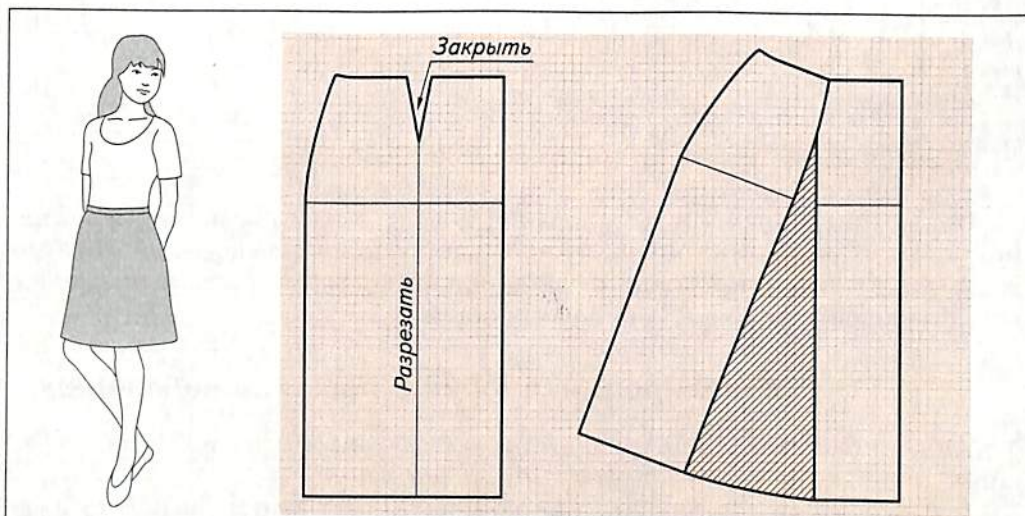

Рис. 38. Расширение юбки за счёт полного закрытия вытачки
2. Юбка расширена за счёт закрытия вытачки. На выкройке нужно продлить вниз осевую линию вытачки до низа, разрезать выкройку по этой линии, а вытачку закрыть (рис. 38).